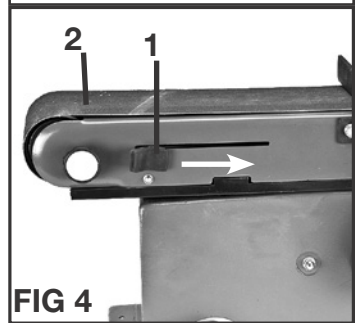
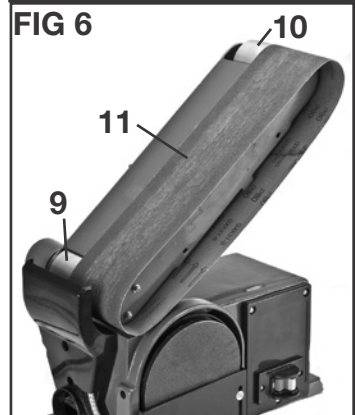

FIG 4
FIG 6
Installation ou remplacement de la courroie de ponçage (FIG 4, 5, 6)
2. Tirez le levier de réglage de la tension de la courroie (1) au sens indiqué sur la figure 4 à la libération tension de la courroie.
3. Desserrer et retirer les vis (3) de chaque côté du lit de courroie (8). Retirer le carter de courroie supérieure (5).
4. Desserrer et retirer les deux vis (4) de chaque côté du lit de courroie (8). Retirez la le carter de courroie inférieure (7).
5. Retirez la bosse de caoutchouc. (6).
6. Retirez la vieille bande de ponçage (10) du conducteur (9) et des rouleaux tendeur. Voir la figure 6
7. Placez une nouvelle courroie de ponçage sur le rouleau conducteur (9) et rouleau de renvoi (10) avec les flèches de direction en cours d'exécution dans le sens antihoraire. Assurez-vous que la bande de ponçage est centrée sur deux rouleaux .